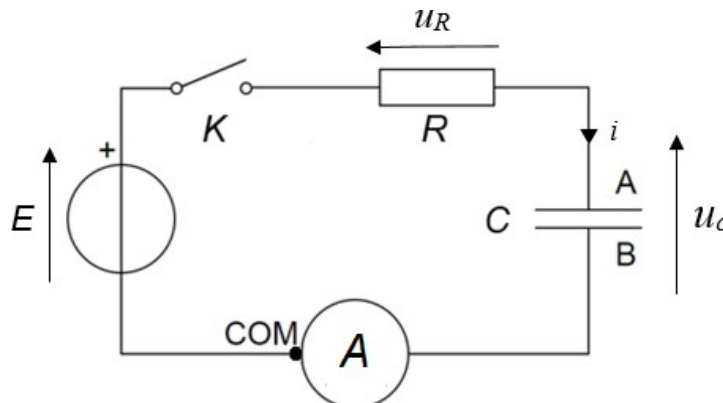

figure 1. Circuit électrique RC série
On considère le circuit électrique schématisé ci-dessous (**figure 1**) composé d'une source idéale de tension E , d'un interrupteur K , d'un conducteur ohmique de résistance R , du supercondensateur de capacité C et d'un ampèremètre de résistance interne négligeable (la tension aux bornes de l'ampèremètre est considérée comme nulle).
4. En appliquant la loi des mailles pour le circuit de la figure 1 :